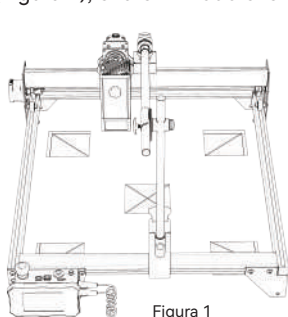
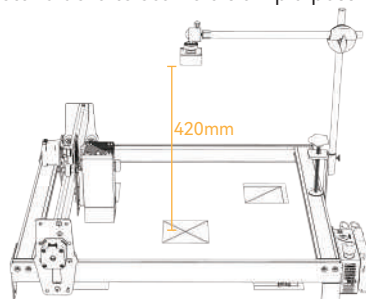

Figura 1
Figura 2
4.2 Fissare la telecamera assemblata sulla macchina (Figura 1), facendo attenzione a mantenere invariata la posizione della macchina e della carta; regolare la posizione della telecamera in modo che la distanza tra il piano di lavoro e l'obiettivo della telecamera sia di 420 mm (Figura 2), e fare in modo che il centro dell'obiettivo della telecamera sia il più possibile allineato con la posizione trasversale (Figura 3).